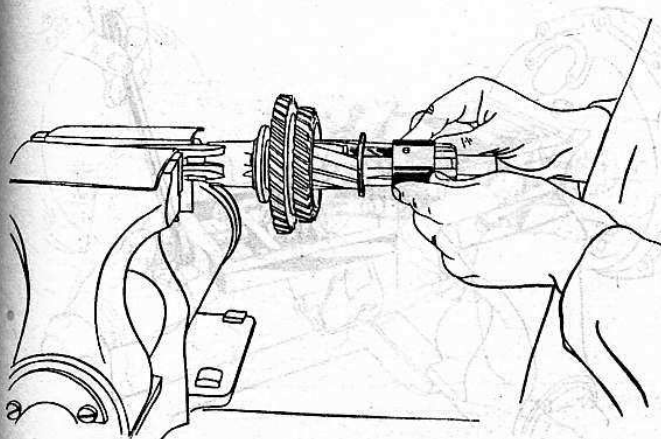

Bild 88
5. Anlaufscheibe (c) und Buchse (d) überschieben (Bild 88).